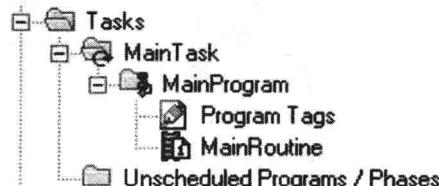

图 1-6 展开后的 MainProgram 项目列表
2. 展开后，将出现 MainProgram，如图 1-6 所示。
将为该程序创建 3 个标签：即 Motor_Start、Motor_Stop 和 Motor_Run，如图 1-6 所示。